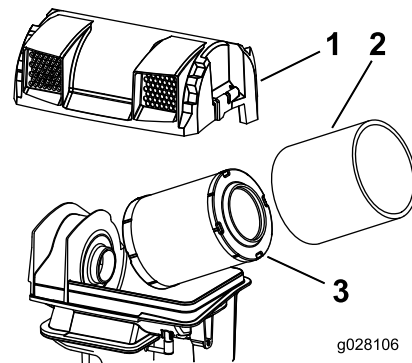

Figure 59
3. Sortez les éléments en mousse et en papier (Figure 59).
4. Sortez l'élément en mousse de l'élément en papier (Figure 59).
- Posez les éléments filtrants sur la base du filtre à air (Figure 59).